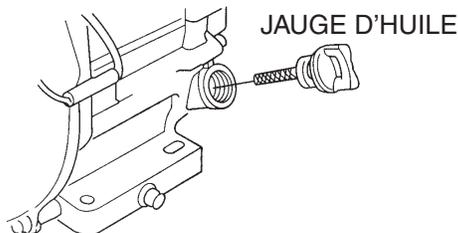

Figure 4. Retrait de la jauge d'huile moteur
2. Retirer la jauge du trou de remplissage d'huile moteur (Figure 4) et bien l'essuyer.